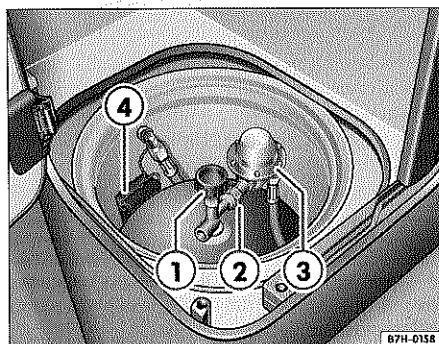

Fig. 39 Bombona de gas conectada con válvula de seguridad y regulador de presión
- Asegúrese de que la válvula de seguridad de la bombona esté cerrada ⇒ fig. 39 ①, para evitar posibles fugas durante la conexión de la válvula de seguridad ⇒ ⚠.
- Compruebe que la válvula de seguridad ① se halle enroscada correctamente y que la unión sea hermética.
- ① Válvula de seguridad ⇒ página 52, fig. 39
- ② Tuerca de fijación del regulador de presión con rosca a la izquierda.
- ③ Regulador de presión (30 mbar)
- ④ Cuña para afianzar la bombona
- Asegúrese de que la válvula de seguridad de la bombona esté cerrada ⇒ página 52, fig. 39 ①, para evitar posibles fugas al aflojar la tuerca ②.